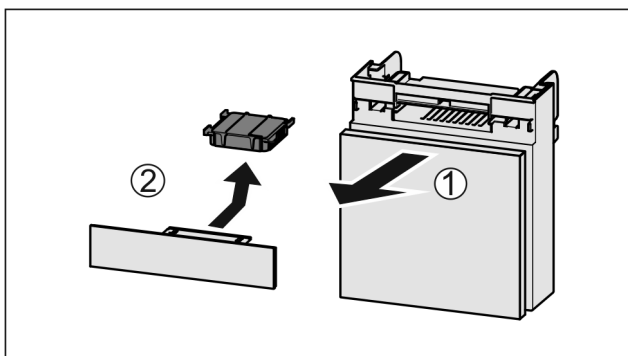

Fig. 162
- Extraire le compartiment par l'avant Fig. 162 (1).
- Sortir le filtre à charbon actif Fig. 162 (2).